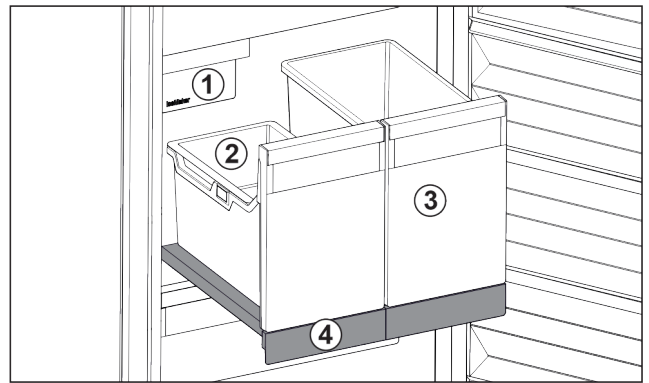

Fig. 99 Витяжна панель IceTower
- (1) IceMaker
- (2) Підвісний лоток для кубиків льоду
- (3) Резервуар наприклад для піци, алкогольних напоїв
- (4) Витяжна панель
На витяжній панелі є два високі резервуари (IceTower). В резервуарі Fig. 99 (2) кубики льоду з IceMaker збираються та зберігаються. Резервуар Fig. 99 (3) придатний для зберігання високих харчових продуктів, таких як піца та алкогольні напої.